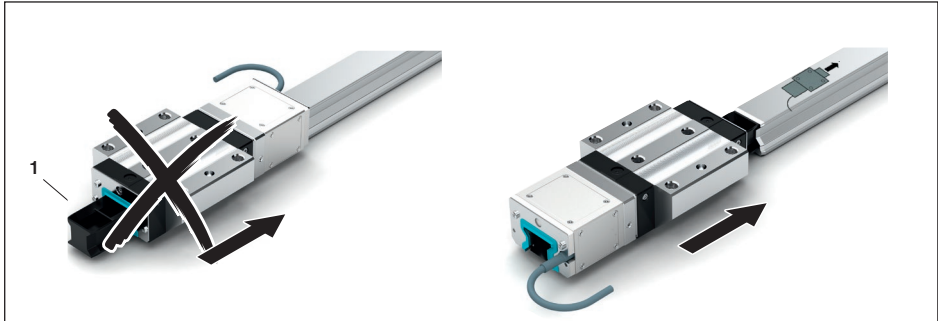

Fig. 6: Desplazamiento del patín
- ▶ Ubicar el patín con el seguro para transporte (1) en el extremo del raíl guía.
- ▶ Desplazar el patín ➡ fig. 6
- ▶ Guardar el seguro para transporte (1) para el desmontaje.